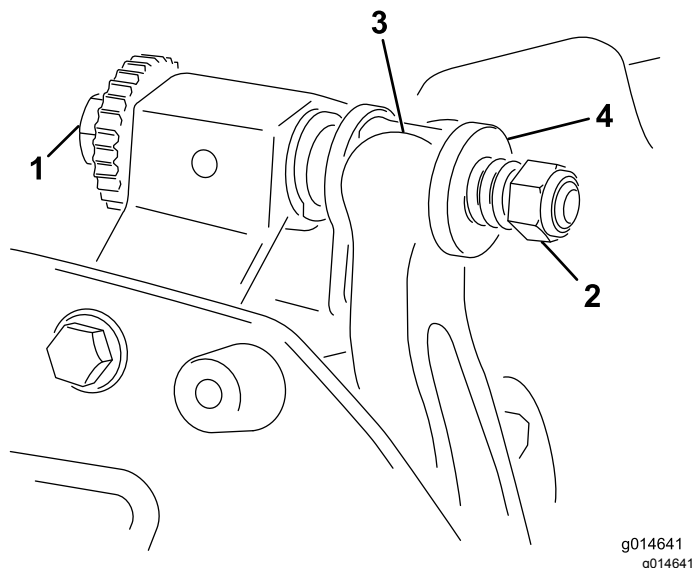

図 22
1. ベッドバー調整ねじを左に回してベッドナイフとリールの接触をなくす 図 22。
2. スプリングテンション・ナットをゆるめて、ワッシャがベッドバーを全く押さないようにする 図 22。